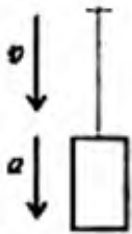

Рисунок 9
6. Лифт спускается вниз с ускорением (рис. 9). Нанесите силы, действующие на кабину лифта, используя принцип кинетостатики, запишите уравнения равновесия.